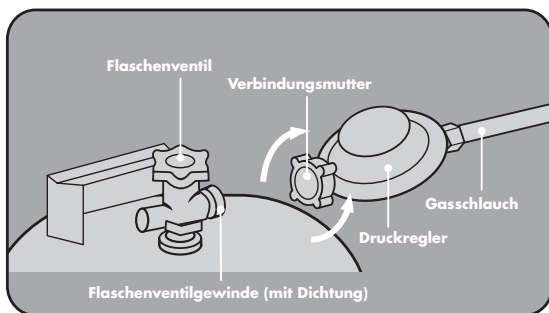

Abb. 2: Montage des Druckreglers
3. Verbinden Sie den Druckminderer mit der Gasflasche, indem Sie die Verbindungsmutter (11) des Druckminderers (9) durch Linksdrehung (von Hand) auf das Flaschenventilgewinde (12) schrauben (siehe Abb. 2).
Nach Durchführung der erforderlichen Prüfungen können Sie den Gas-Heizstrahler in Betrieb nehmen. Folgen Sie den beschriebenen Arbeitsschritten (siehe auch Seite 8, Abb. 2):